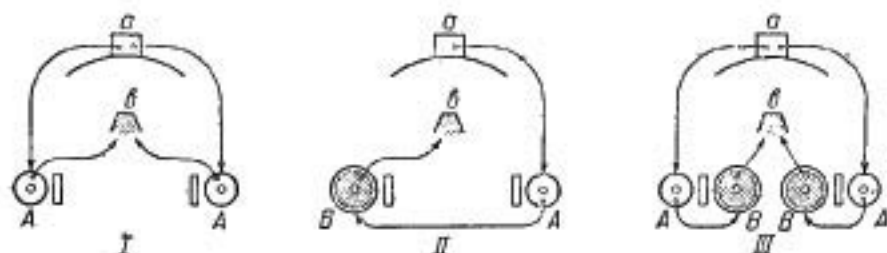

Рис. 89-а. Схемы паровозных машин.
**Паровозы-компаунд.** Разобранная нами паровая машина характеризуется тем обстоятельством, что при наличии двух или более цилиндров (паровозы серии Л, М и др.) отработанный пар из каждого цилиндра поступает в конус (схема I, рис. 89-а). Паровозы такого рода называются паровозами простого действия. Основной их недостаток заключается в том, что, имея высокое давление пара в котле, при работе машины с большим наполнением, а следовательно малым расширением, выпускаемый в конус отработанный пар имеет значительное давление и может еще производить работу. Если же этот пар пустить в другой цилиндр (схема II, рис. 89-а), то он будет передвигать поршень. Работающие по такому принципу паровозы называются паровозами двойного расширения пара или паровозами-компаунд (составной). Кроме двухцилиндровых паровозов-компаунд, имеются также 4-цилиндровые паровозы (схема III, рис. 89-а). По сравнению с паровозами простого действия паровозы-компаунд дают значительную экономию пара.
У нас в СССР по схеме II (рис. 89-а) работает большое количество паровозов. Но такие двухцилиндровые паровозы (к примеру серии О и Н) обнаружили на практике целый ряд недостатков, а именно: